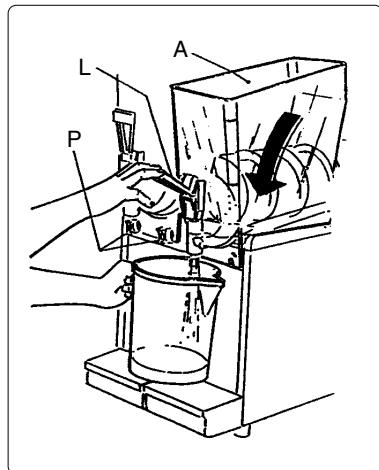

Abb. 10
a) die Knäufe (P) abschrauben und den Behälter (A) absenken, um eventuelle Rückstände durch den Ausgabehahn zu entfernen (siehe Abb. 10).